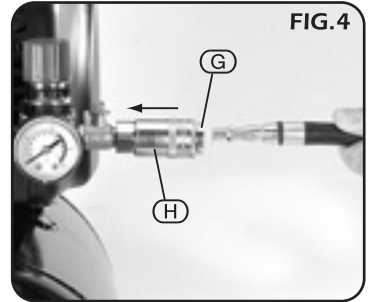

FIG.4
- **AIR LINE CONNECTION (Fig.4.):**